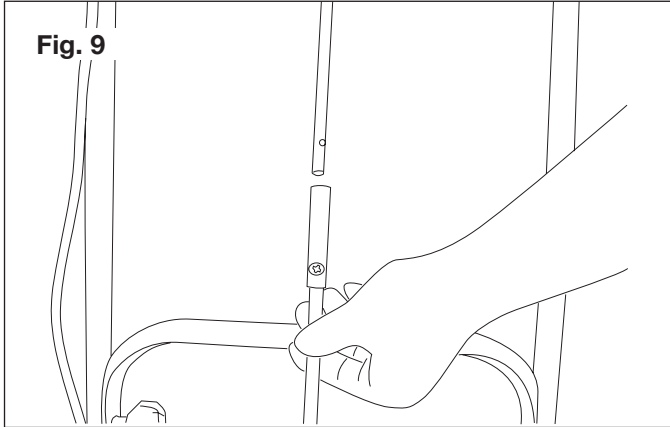

Fig. 9
3. Introduzca la manivela superior del conducto dentro de la manivela inferior del conducto (Fig. 9).